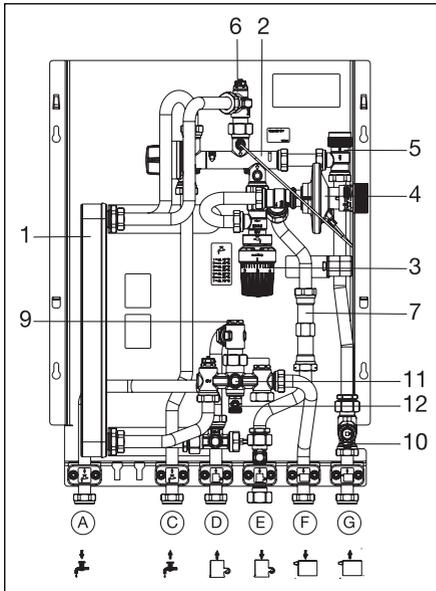

Abb. 5.1 Aufbau
- Schließprüfung Proportionalmengenregler (Abb. 5.1): Nach Abschluss der Zapfung muss der Wärmeübertrager auskühlen.